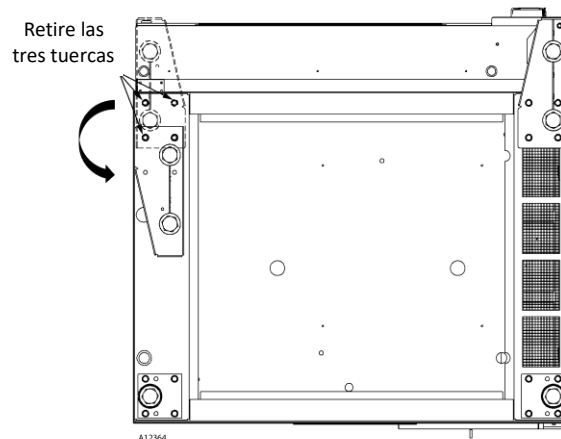

Fig. 6
3. Suelte y gire una o ambas placas de las patas delanteras, desde la parte inferior del gabinete retire los tres (3) pernos indicados a continuación en la Fig. 6.